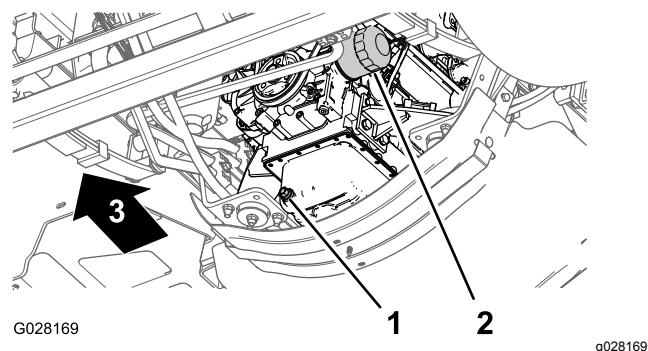

Figure 70
3. Placez un bac de vidange sous le filtre à huile moteur (Figure 70).
4. Retirez le filtre à huile usagé (Figure 70).
8. Posez le filtre à huile sur l'adaptateur et vissez le filtre dans le sens horaire jusqu'à ce que le joint en caoutchouc touche l'adaptateur, puis serrez encore le filtre de ½ tour (Figure 70).
1. Placez un bac de vidange sous le bouchon de vidange (Figure 70).
2. Enlevez le bouchon de vidange pour permettre à toute l'huile de s'écouler (Figure 70).